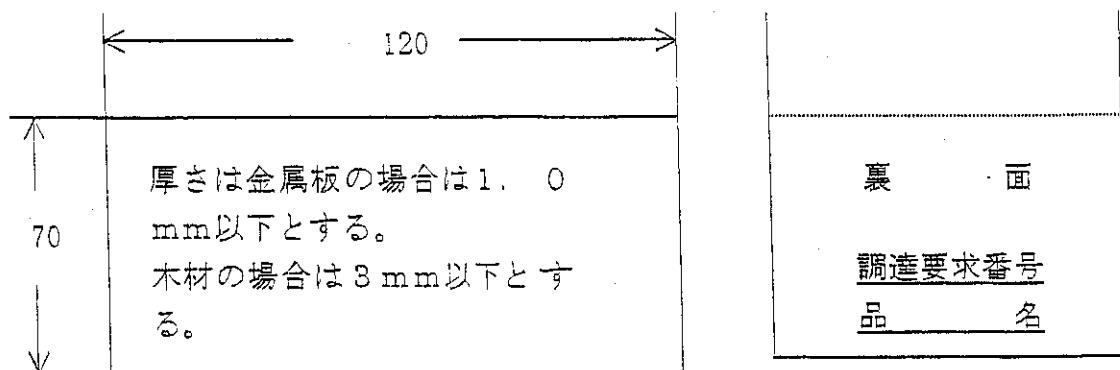

図6 塗装見本
w) 塗装見本	この仕様書2.3.5表3により難い場合は、図6によつて作成